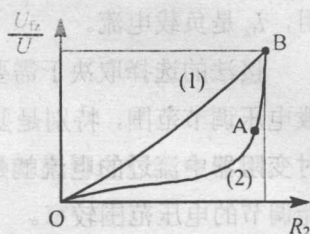

图1.4
(1) 对调压特性的一个基本要求是：通过调节 R_2 ，能很容易的调出某一需要的 U_{fz} (图 1.4 中的曲线 1)，但当 R_0 和 R_{fz} 的阻值配置不当时，会发生变阻器可动端在某些位置上移动一点时， U_{fz} 变化很大，甚至使电压很难调准(图 1.4 中曲线 2 的 AB 段)，这种情况是应该避免的。